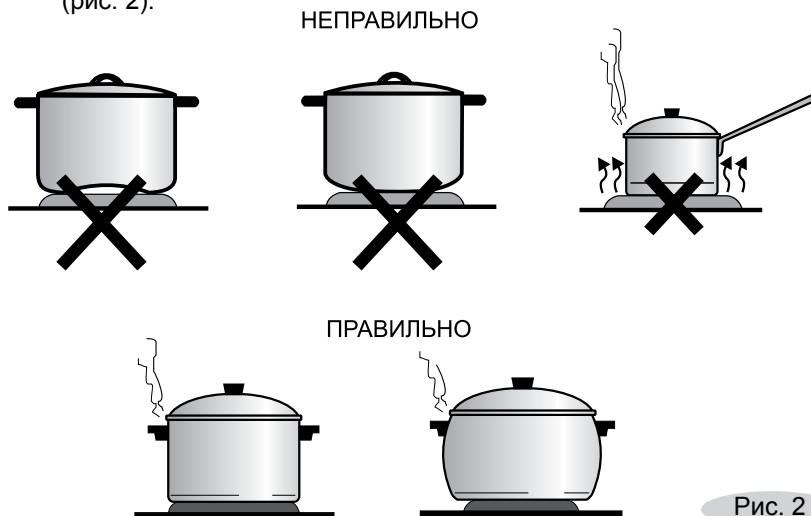

Рис. 2
- **ЗНАЙТЕ!** Для быстрого приготовления пищи посуда должна иметь плоское дно, хорошо прилегающее к поверхности конфорки. Диаметр посуды должен равняться или быть немного больше диаметра конфорки (рис. 2).